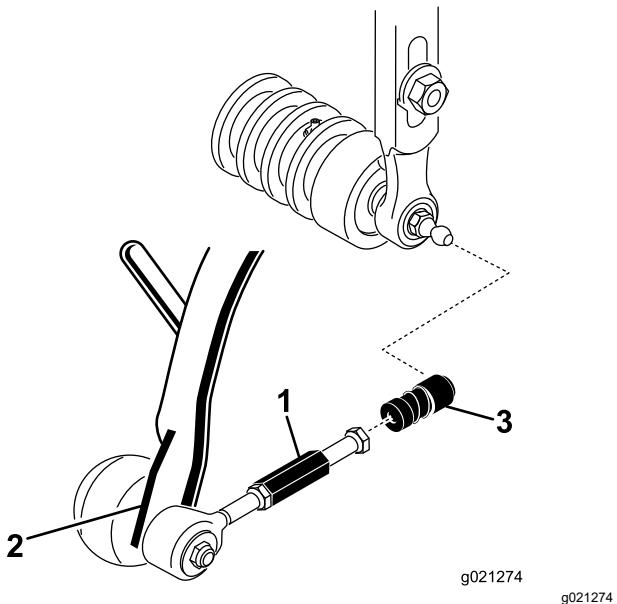

Figura 7
- Fate scorrere il manicotto su ogni alloggiamento del giunto a sfera e agganciate l'alloggiamento al prigioniero a sfera dell'apparato di taglio (Figura 7).